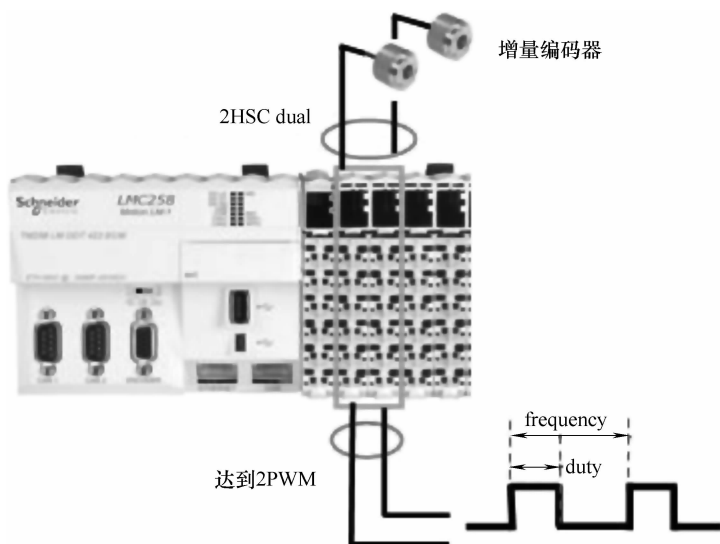

图 2-15 高速脉冲的输入和输出
1) 具有数字量的输入和输出，其中数字量的输入可以设置为高速计数器（HSC），接收 2 路 A/B 相的脉冲输入或是 8 路单相的脉冲输入，输入频率可以达到 200kHz。数字量的输出也可以设置为 2 路脉宽调制（PWM）输出，最大输出频率可达 100kHz。可以控制两台步进电动机或伺服电动机的速度。也可以改变脉宽来控制加热。高速脉冲的输入和输出如图 2-15 所示。